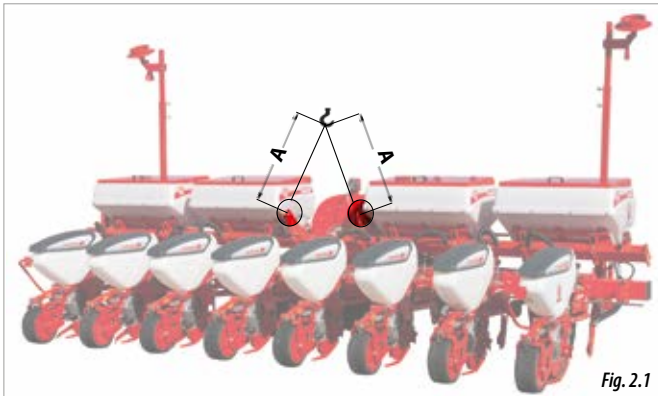

Fig. 2.1
- Versiunile de utilaje **FIX, VARIANT MANUAL, TELESCOPIC, VARIANT și VARIANT IDRA**, ÎNCĂRCAREA ȘI DEȘCĂRCAREA va trebui făcută prin intermediul a 2 puncte (Fig. 2.1).
ATENȚIE: RESPECTAȚI DISTANȚELE: **A** (2 METRI) PENTRU A EVITA DETERIORAREA UTILAJULUI ÎN TIMPUL PROCESULUI DE RIDICARE (FIG. 2.1).